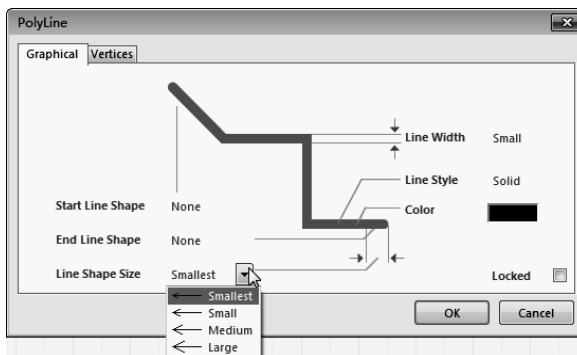

图 4-2-5 Line Shape Size 属性
③ Line Shape Size 属性。如图 4-2-5 所示，单击 Line Shape Size 属性旁的下拉菜单按钮，弹出直线形状大小的下拉菜单。